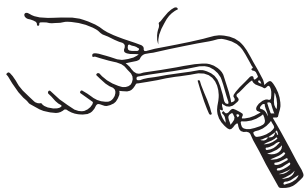

图2-6 叉形扳手及其使用
(6) 叉形扳手用来旋紧开槽圆柱头螺钉（见图2-6）。在安装铣刀盘或套式